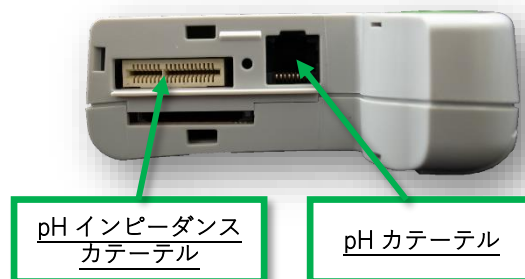

図 24 カテーテルの接続口
- ① pH 校正キットを準備します (15 ページ「3.2.4pH 校正キット」参照)。
- ② 中央の筒に水道水を満たしてください。
- ③ それぞれの校正用筒に表示されている校正液を満たしてください。
- ④ 校正前に使用するカテーテルのすべてのセンサーが浸るようにカテーテルを水道水に 10 分以上浸してください。
- ⑤ 水道水に 10 分以上浸漬後、ガーゼ等で十分に水分を取り pH4 校正液の筒に浸してください。
- ⑥ レコーダーの底面カバーを取り外します。
- ⑦ カテーテルをレコーダーの適切なポートに接続します (図 24)。既にカテーテルが接続されている状態では、この操作はする必要はありません。